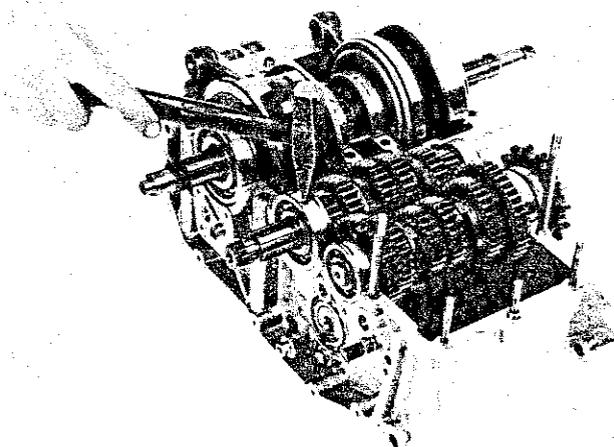

Fig. 80
- 3) Picchiare leggermente con un martello sui cuscinetti di tutti e tre gli alberi per accertarsi del buon piazzamento nelle sedi (Fig. 80).
- 3) Tap lightly the bearings of the three shafts with a mallet, to make sure that the bearings are properly fitted in their housings (Fig. 80).